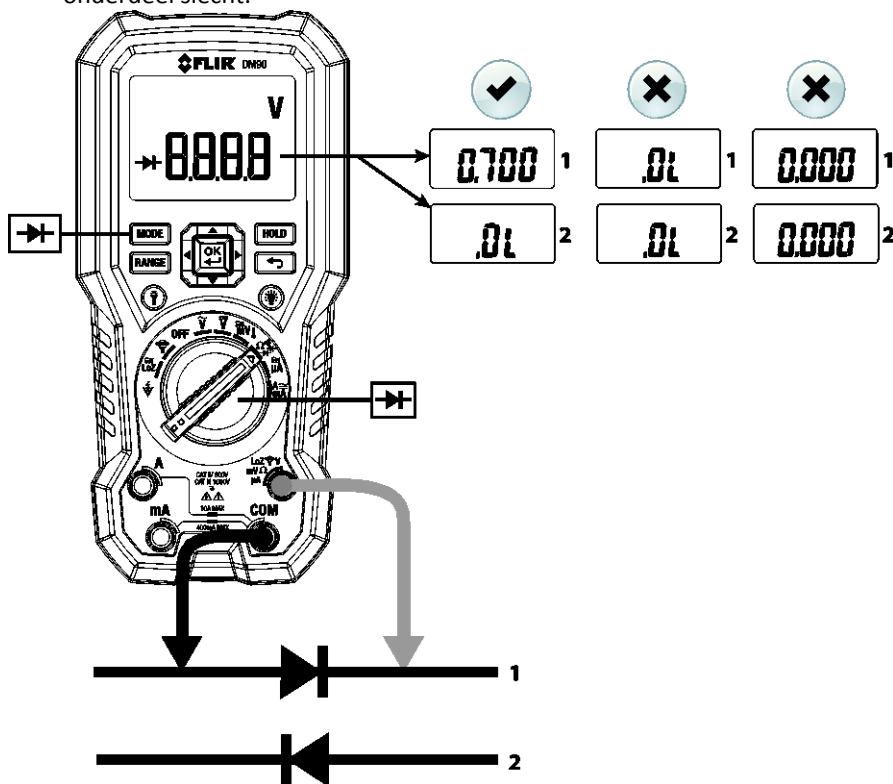

Fig. 5-3 Klassieke Diode Metingen
4. Plaats de punten van de sondes tegen de te meten diode of halfgeleiderovergang in één polariteit (richting) en vervolgens in de tegengestelde polariteit (richting) zoals getoond in Fig. 5-3.